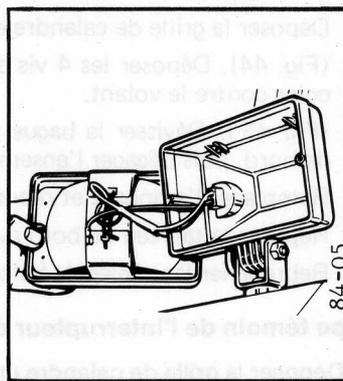

Fig. 43
- 1 – (Fig. 43). Retirer les deux vis.